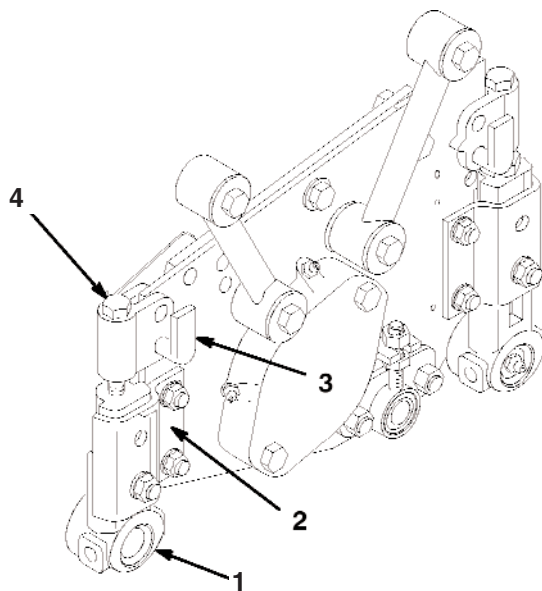

Figure 1
1. Enlevez les 2 contre-écrous qui fixent chaque support d'angle au plateau de coupe (Fig. 1).
2. Enlevez les axes de hauteur de coupe (Fig. 1).
3. Insérez l'extrémité la plus étroite de l'arbre du rouleau dans le manchon blanc du support (Fig. 1). Veillez à ce que l'extrémité à bride du manchon en nylon soit dirigée vers le rouleau. La partie hexagonale du support doit s'adapter à la partie hexagonale de l'écrou de réglage.